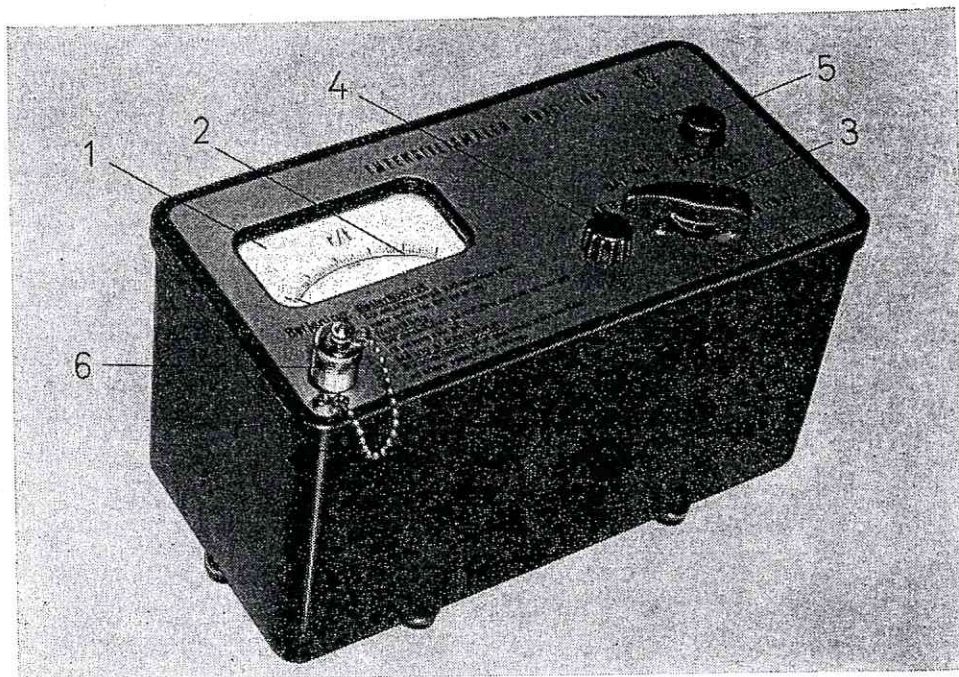

Fig. 1 Intensitetsmåler type 6115 D
4.1.1. Almindelig beskrivelse. Intensitetsmåleren TOTAL 6115 D er et bærbart, batteridrevet instrument til måling af intensiteten af radioaktiv stråling (fig. 1). Udvalget af måleområder,
4.1.3. Frontplade. Målerens frontplade består af en havvandsbestandig aluminiumtrykstøbelegering. På frontpladen er der anbragt følgende (fig. 1):